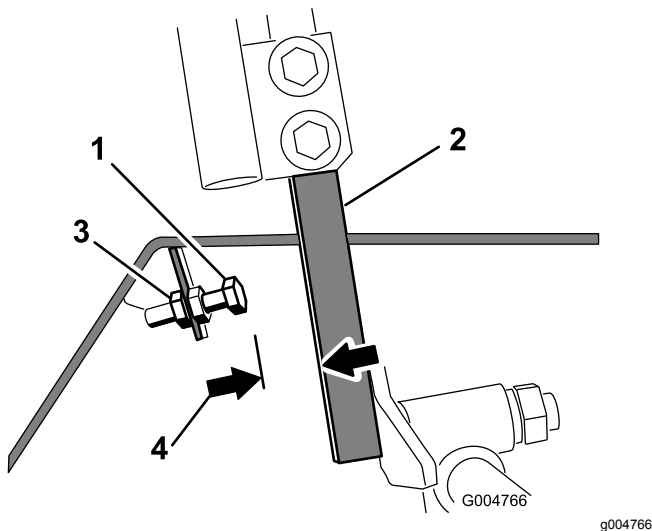

Figura 53
- Afloje la contratuerca del perno de tope de una palanca de control (Figura 53).